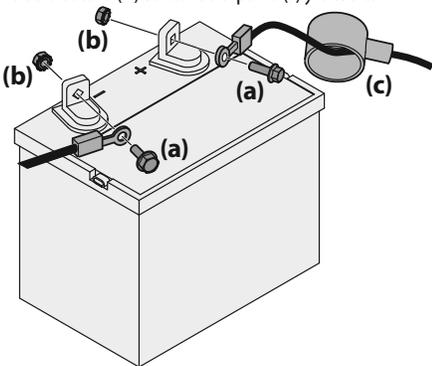

Figura 12
1. Retire la cubierta plástica, si está presente, del borne positivo de la batería. Conecte el cable rojo al borne positivo de la batería (+) utilizando el perno (a) y la tuerca hexagonal (b). Consulte la Figura 12.
2. Retire la cubierta plástica, si está presente, del borne negativo de la batería y conecte el cable negro al borne negativo de la batería (-) utilizando el perno (a) y la tuerca hexagonal (b). Consulte la Figura 12.
3. Coloque el capuchón de goma rojo (c) sobre el borne positivo (+) de la batería para protegerlo contra la corrosión. Consulte la Figura 12.